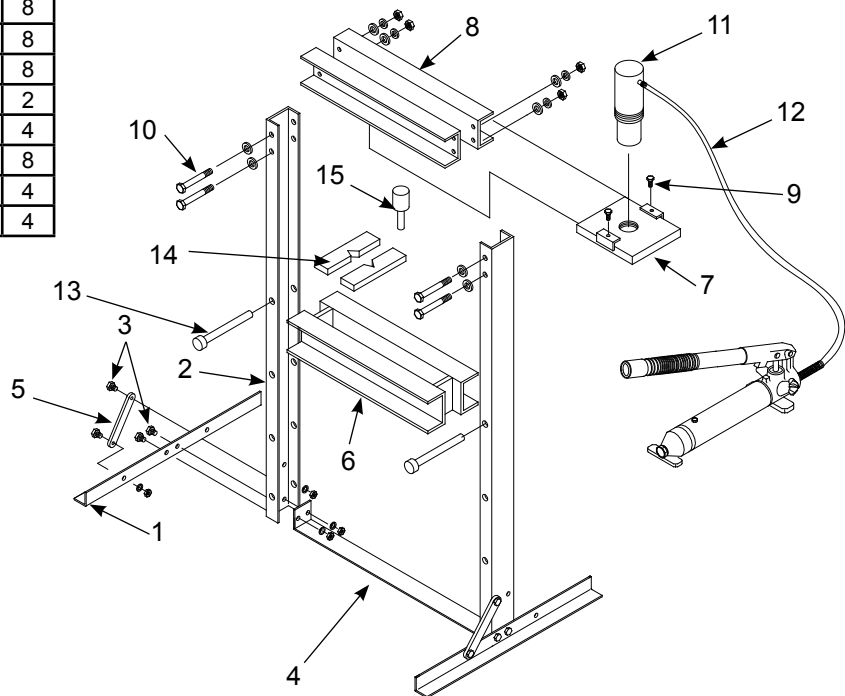

Figure 6 - Illustration d'assemblage du modèle 65123
**Modèle 65123** : (voir figure 6).
1. Fixez les pattes de la base (1) et la traverse inférieure (4) aux profilés en C debout (2) avec des boulons, des rondelles de blocage et des écrous (3). Serrez-les seulement à la main.
2. Fixez les tiges de support (5) aux pattes de la base (1) et aux profilés en C (2) avec des boulons, des rondelles de blocage et des écrous (3).
3. Glissez le cadre du banc (6) le plus possible vers le bas entre les profilés en C (2).
4. Glissez la plaque supérieure (7) sur les traverses supérieures (8). Ensuite, fixez-la à l'aide de boulons (9).
5. Fixez l'assemblage des traverses supérieures (8) aux profilés en C debout (2) avec des boulons, des rondelles plates, des rondelles de blocage et des écrous (10).
6. Vissez le piston (11) sur la plaque supérieure (7) assemblée avec les traverses supérieures (8).
8. Branchez l'extrémité du tuyau hydraulique avec un raccord mâle (12) au raccord femelle du piston (11) pour faire le dernier branchement.
9. Soulevez le cadre du banc (6) et fixez-le avec les goupilles (13).